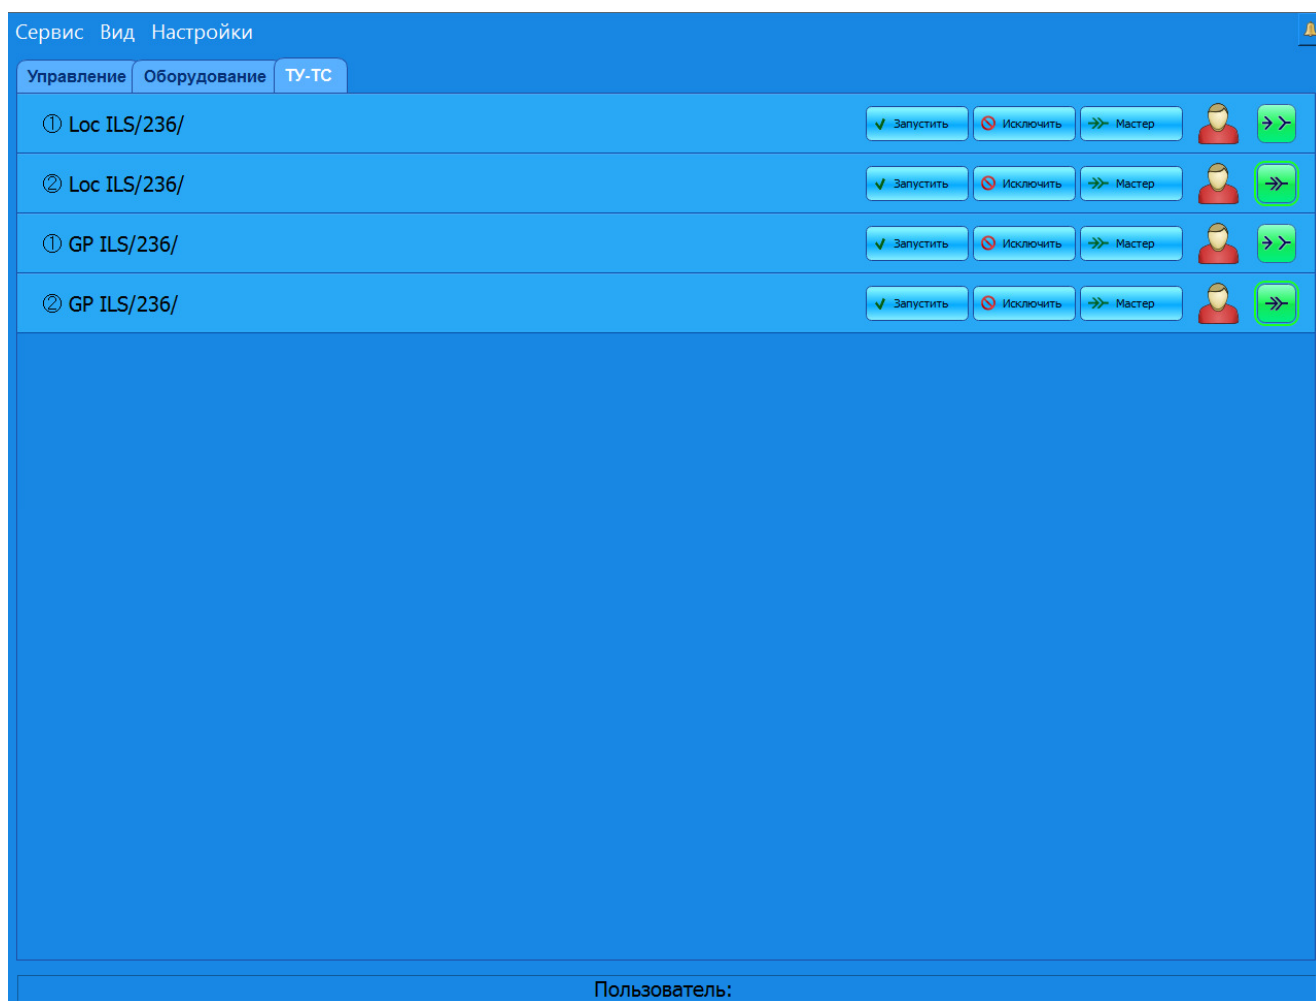

Рисунок 1.4 – Вид вкладки «МикроЭВМ»
1.1.5. На вкладке «МикроЭВМ» (рисунок 1.4) расположен список всех микроЭВМ, подключенных к АДУ. Каждая строка отображает информацию об одной подключенной микроЭВМ.